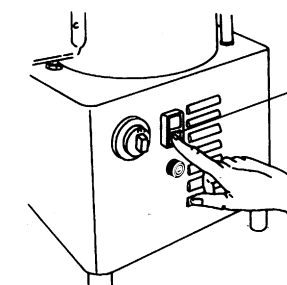

Fig. 10
- Per interrompere il ciclo di lavorazione prima del tempo impostato premere il pulsante rosso 1 Fig. 10.